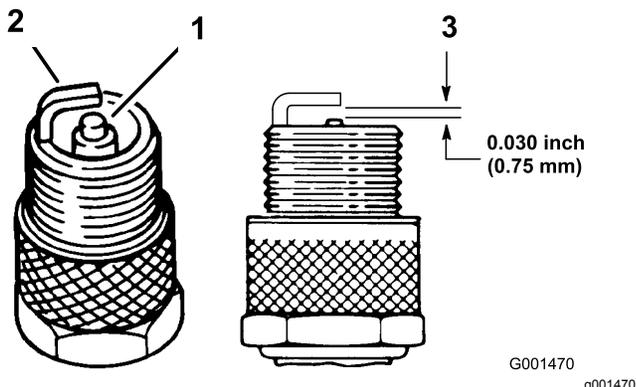

Figure 24
1. Examinez le centre des bougies (Figure 24). Si le bec isolant est recouvert d'un léger dépôt gris ou brun, le moteur fonctionne correctement. S'il est recouvert d'un dépôt noir, cela signifie généralement que le filtre à air est encrassé.
2. Contrôlez l'écartement entre l'électrode centrale et l'électrode latérale (Figure 24). Courbez l'électrode latérale (Figure 24) si l'écartement est incorrect.
3. Connectez les bougies (Figure 24).